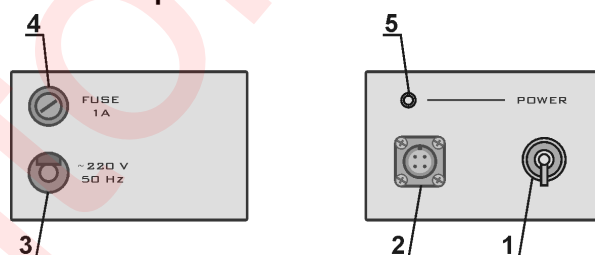

Рисунок 3
- 5.3 Размещение органов управления и индикации на блоке питания БП01 указано на рис. 3.